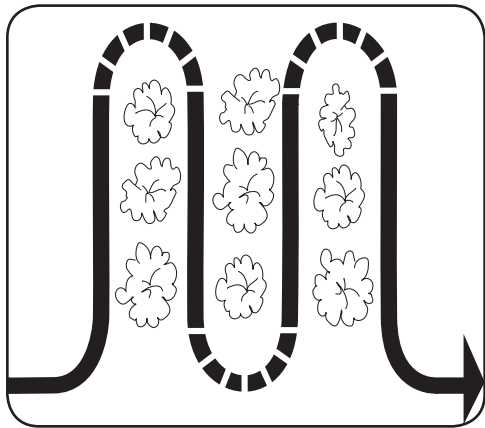

Figure 4-5
- Lorsque vous labourez le sol autour des plantes pour enlever les mauvaises herbes, réglez la profondeur de labourage entre 1" et 2". Voir Figure 4-5. Utilisez un réglage de très faible profondeur pour éviter d'abimer les racines des plantes qui poussent souvent près de la surface. Si nécessaire, soulevez la poignée légèrement pour empêcher les dents de creuser trop profondément.